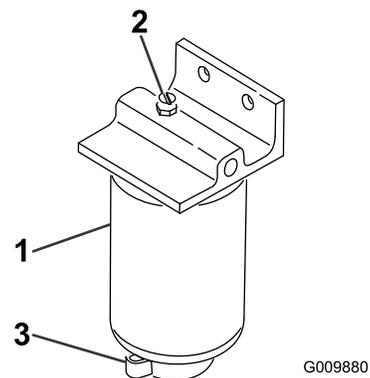

図 55
3. フィルタ容器 図 55 下部のドレンプラグをゆるめて水や異物を流し出す。
2. フィルタ容器(図 55)の周辺をウェスできれいにぬぐう。